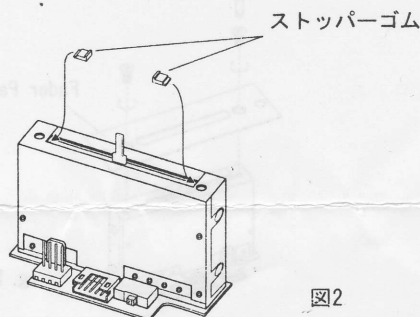

図2
③図2のようにCLS-1（カットラグスペーサー）をフェーダー両サイドの隙間に挿入します。